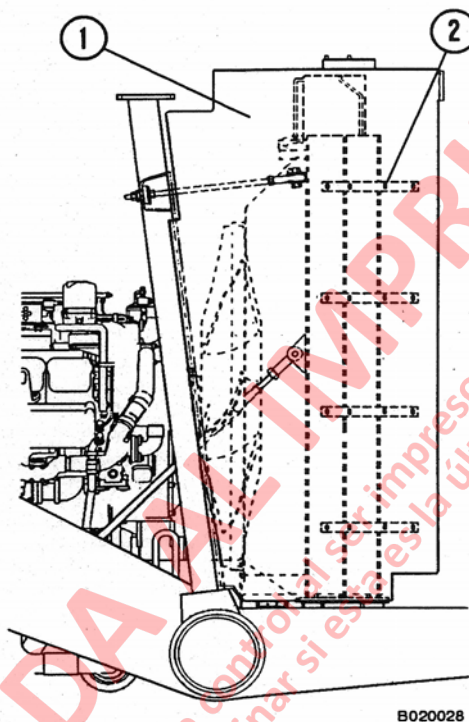

FIGURA 2-2. DESMONTAJE DE MASCARA Y CAPO
4. Instale un aparato de elevación al conjunto del capó y máscara (1, Figura 2-2).
5. Retire todos los pernos de montaje laterales y golillas fijadoras (2, Figura 2-2).
1. Mueva el conjunto de máscara y capó (1, Figura 2-2) desde el área de trabajo al camión. Use un dispositivo de levante apropiado para ponerlo en su lugar.
2. Alinee los orificios de montaje con las abrazaderas unidas al conjunto del radiador. Instale los pernos de montaje laterales (2, Figura 2-2).